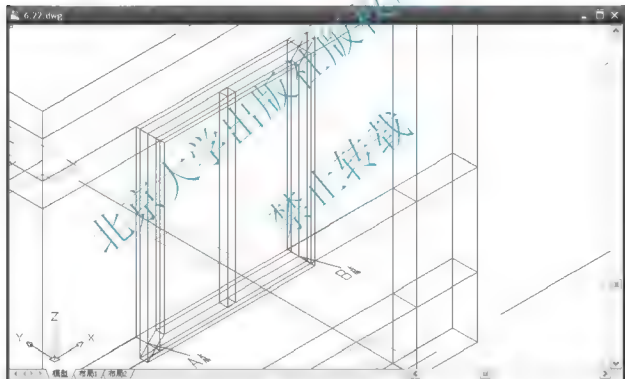

图 6.22 恢复世界坐标系
(1) 在命令行输入“UCS”后按 Enter 键，执行修改坐标系命令。
(2) 在指定 UCS 的原点或 [面(F)/命名(NA)/对象(OB)/上一个(P)/视图(V)/世界(W)/X/Y/Z 轴(ZA)] <世界>: 提示下，输入“W”后按 Enter 键，表示将恢复到世界坐标系，如图 6.22 所示。
(1) 在指定起点: 提示下，捕捉如图 6.22 所示的 A 点。
(2) 在指定下一个点或 [圆弧(A)/半宽(H)/长度(L)/放弃(U)/宽度(W)]: 提示下，输入“W”后按 Enter 键。
- (3) 在指定起点宽度 <80.0000>: 提示下, 输入“0”后按 Enter 键。
- (4) 在指定端点宽度 <0.0000>: 提示下, 按 Enter 键执行尖括号内的默认值“0”, 说明“玻璃”只是一个面, 没有宽度。
- (5) 在指定下一个点或 [圆弧(A)/半宽(H)/长度(L)/放弃(U)/宽度(W)]: 提示下, 捕捉图 6.22 中的 B 点。